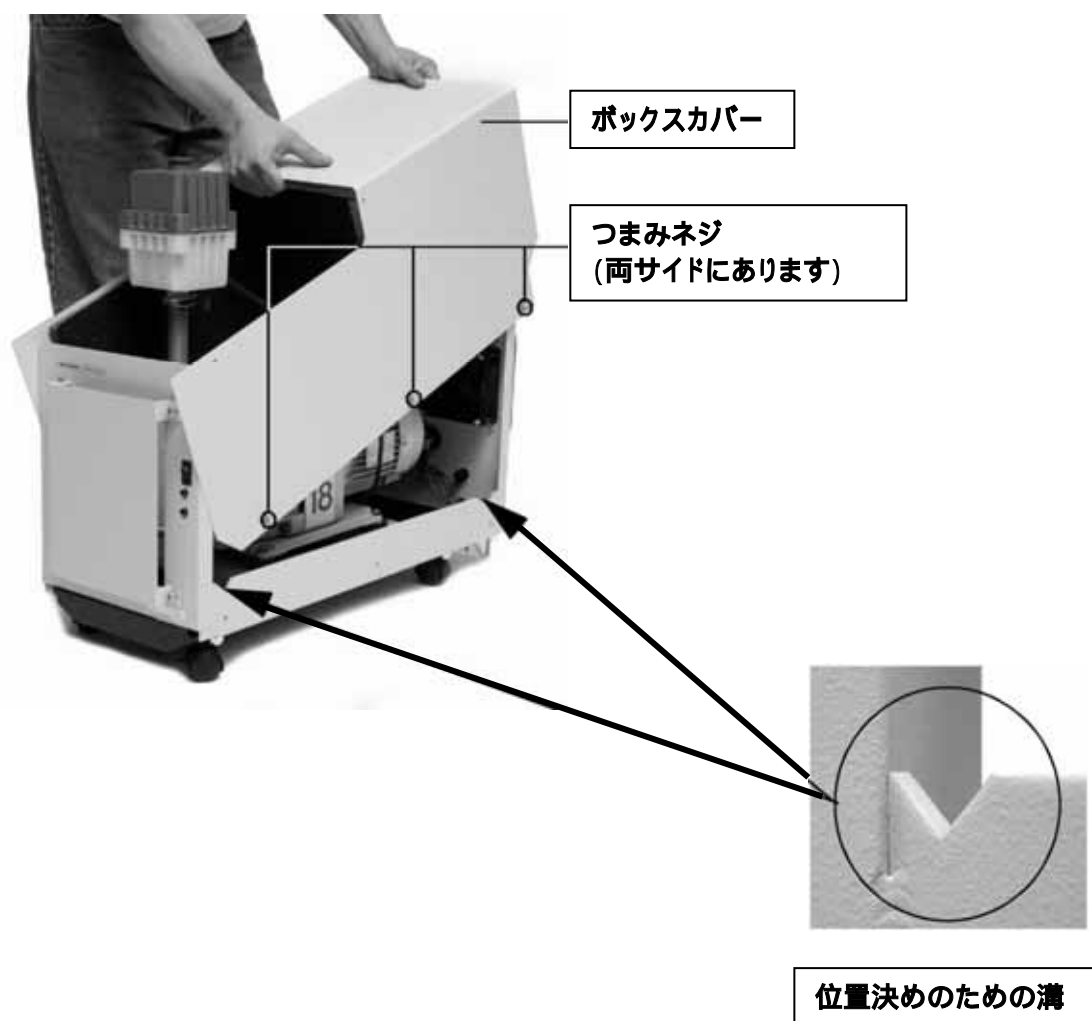

図6 静音ボックス 上のボックスカバーの取り付け
1. 静音ボックス のボックスカバーを持ち上げ本体に合わせながら、ボックスカバーの内側のスタッド(ポスト)がフレームに沿って両側の溝に合うように下におろします。ボックスカバーが本体にセットできたら両サイドの3個のつまみネジを締めこみます。図6 を参照してください。